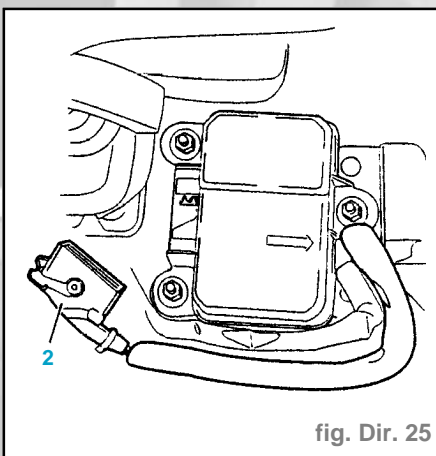

fig. Dir. 25
- Débrancher le connecteur 2 (**18V OR**) (fig. Dir. 25).